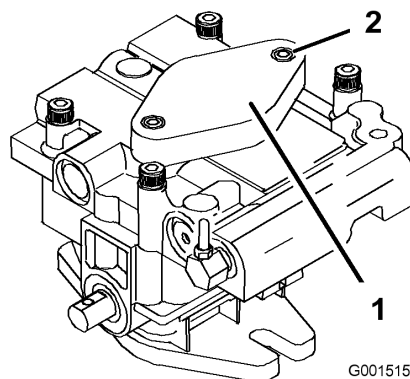

Figura 56
7. Para cebar la bomba de carga, afloje los dos tornillos de caperuza de cabeza hexagonal (Figura 56)